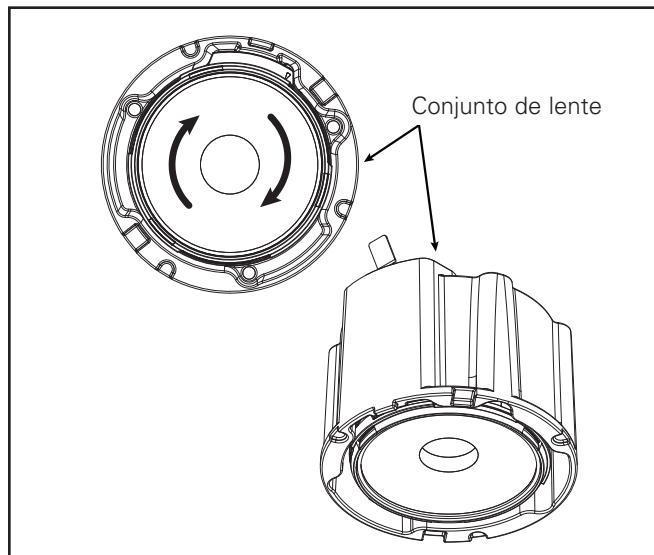
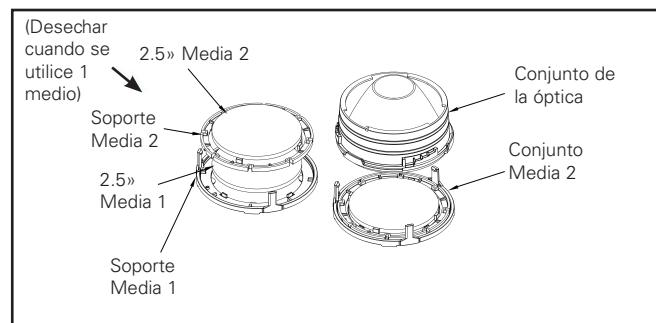

Figura 15.
Figura 16.
2. Si los módulos LED tienen 2 LED, desenganche con cuidado los pestillos de plástico blancos (Figura 15 y Figura 16) para retirar el reflector superior y luego deséchelo. Consérve el reflector superior en la moldura para módulos de 1 LED.
4. Sujete la unidad de la óptica al motor de la luz LED haciéndola girar a tope en el sentido de las agujas del reloj (Figura 15). Asegúrese de que la óptica está bien sujetada en su sitio.
3. Ensamble los medios en los soportes proporcionados. Si se trata de un solo medio, coloque en segundo lugar el segundo soporte de medios (Figura 16).